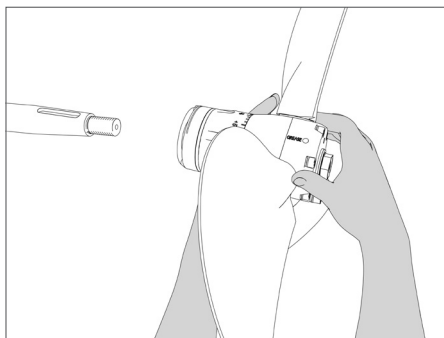
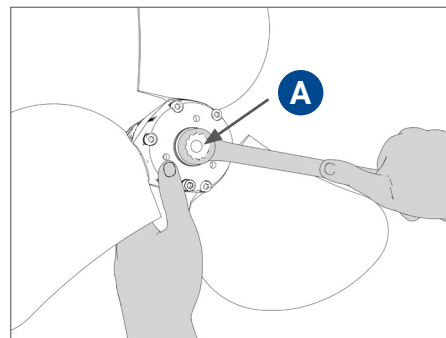

FIG. 6 | Inserimento elica sull'asse
FIG. 8 | Avvitamento dado di serraggio
- Innestrare il gruppo elica sull'asse senza chiavetta (**Fig. 6 e 7**), tenerlo in posizione e avvitare il dado di serraggio **A** fino alla fine (**Fig. 8**).